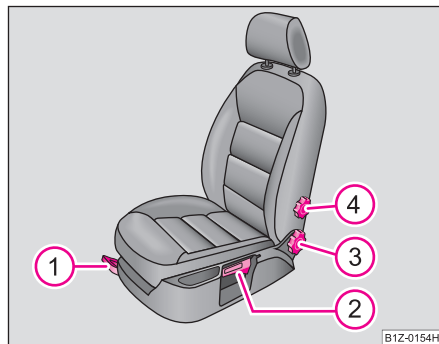

Fig. 60 Elementos de manejo en el asiento
- Tire de la palanca ① ⇒ página 86, fig. 60 hacia arriba, desplazando al mismo tiempo el asiento hasta la posición deseada.
- Suelte la palanca ① y desplace el asiento hasta que el enclavamiento encastre de forma audible.
- Descargue el respaldo (no se apoye en él) y gire la ruedecilla de mano ③ ⇒ página 86, fig. 60, a fin de ajustar la inclinación del respaldo.